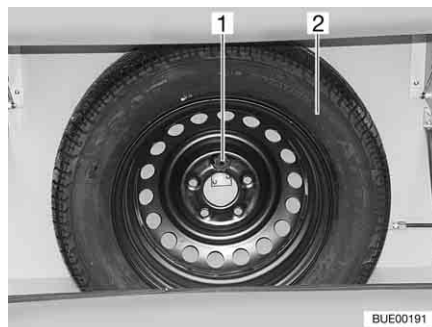

Bild 227 Reservhjulshållare
Reservhjulshållaren är monterad i gasboxen. Reservhjul erhålls (Bild 227,2) mot extrakostnad.
- Bulten (Bild 227,1) lossas.
- Reservhjulet (Bild 227,2) tas ut.